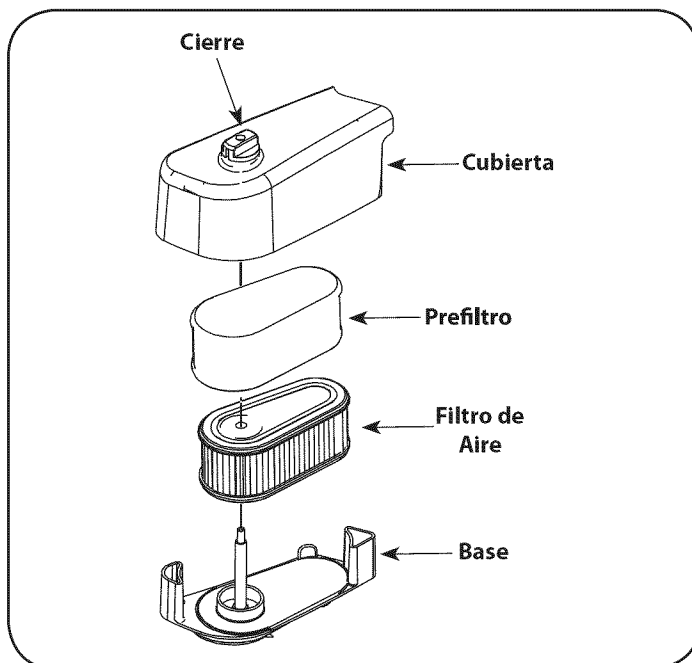

Figura 13
1. Quitar el cierre y la cubierta del filtro de aire. Vea Figura 13.